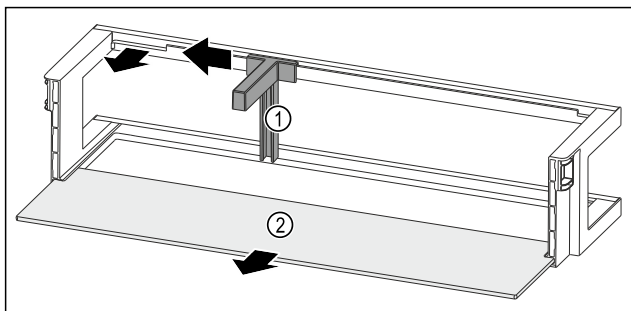

Fig. 193 Rafti i derës me mbajtëse për shishe dhe raft mbajtës
- Shtyni mbajtësen e shisheve Fig. 193 (1) anash deri te foleja.
- Hiqni mbajtësen e shisheve Fig. 193 (1).
- Hiqni raftin mbajtës Fig. 193 (2).